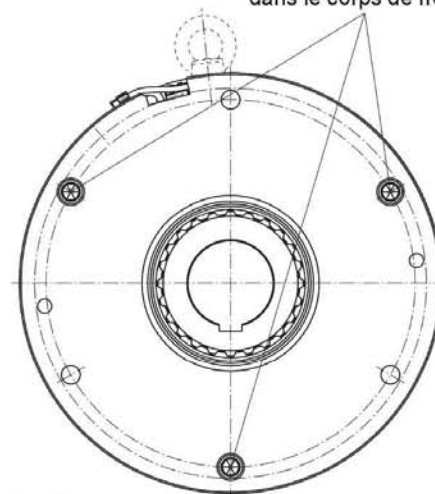

Fig. 7
1. Monter le moyeu (1) sur l'arbre, le placer en position correcte (longueur de portée de la clavette sur tout le moyeu) et fixer axialement (par ex. avec un circlip).
2. Placer un joint torique (1.1) légèrement graissé dans l'encoche du moyeu (1), côté paroi de la machine.
4. Placer le second joint torique (1.1) légèrement graissé dans l'encoche libre du moyeu (1).
5. Glisser le corps de frein 1 sur le moyeu (1) et sur l'épaulement du rotor (4.1) (trous de fixation alignés avec les trous taraudés de la paroi de la machine). Répartir uniformément les vis à tête cylindrique (7.1) dans le corps de frein 1 (positions illustrées à la fig. 7) et les serrer uniformément au **couple de serrage 200 Nm à l'aide d'une clé dynamométrique**.